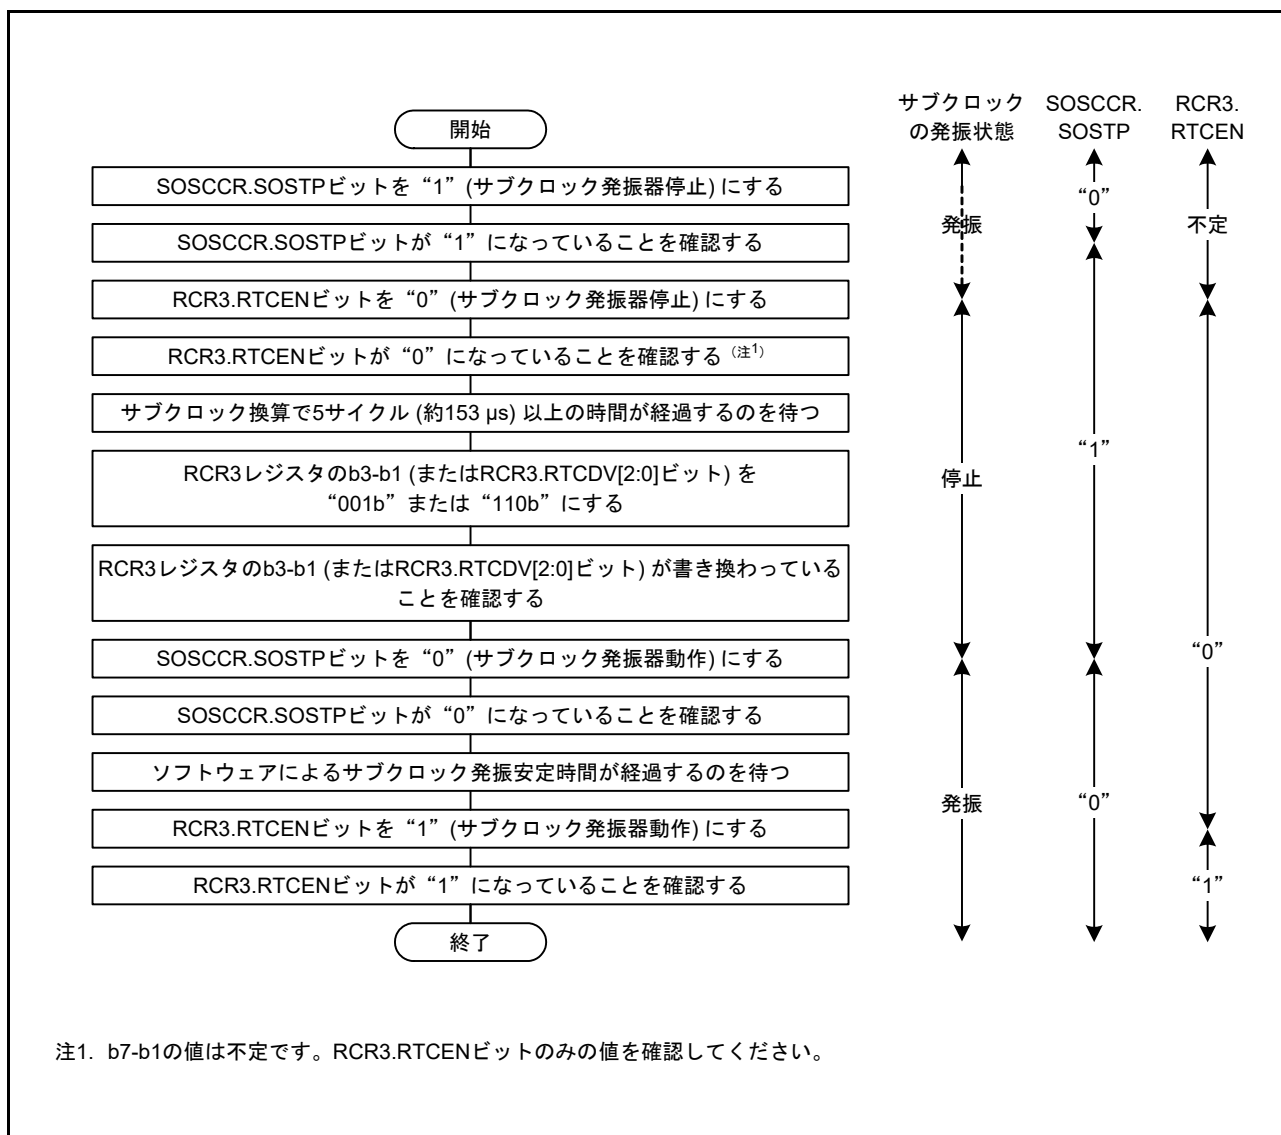

図 9.10 サブクロックをリアルタイムクロックのカウンタソースに使用する場合の初期化フローチャート例
- サブクロックをシステムクロックとして使用し、かつリアルタイムクロックのカウントソースとして使用する場合は、図 9.10 のフローチャートの例に従って初期設定してください。その後、「26.3.2 クロックとカウントモード設定手順」に記載されたクロック設定手順に従って設定してください。